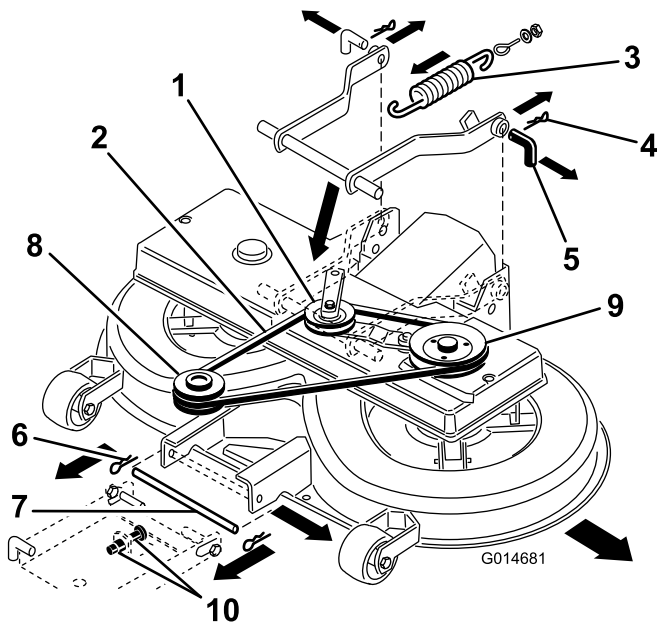

Figura 41
8. Tire del brazo tensor hacia dentro y retire la correa en V de la polea (Figura 41).
- Desconecte el muelle de la palanca (Figura 41).
- Retire las chavetas de los 2 pasadores traseros y retire los pasadores (Figura 41).
- Retire la chaveta del pasador delantero y retire el pasador (Figura 41).
- Retire la correa en V de la polea del motor (Figura 41).
- Mueva el pasador inferior de la suspensión delantera a la posición inferior de las ranuras, ajustando las dos tuercas M12 de la suspensión delantera (Figura 41).